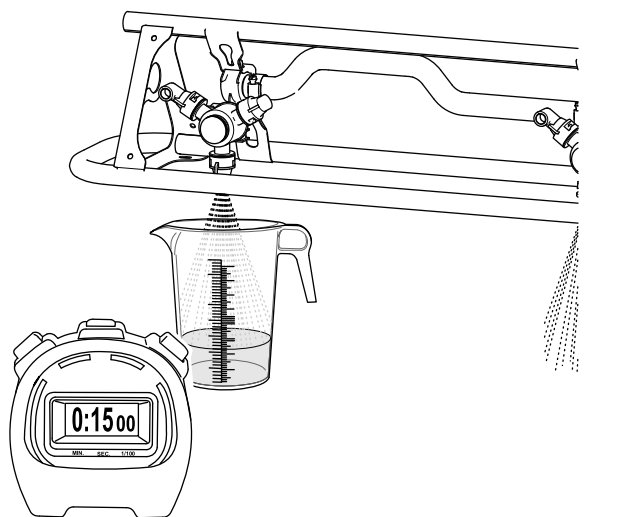

Figura 170
3. Dirija-se à parte de trás da máquina, posicione o recipiente coletor por baixo de um dos bicos e acione o cronómetro (Figura 170).